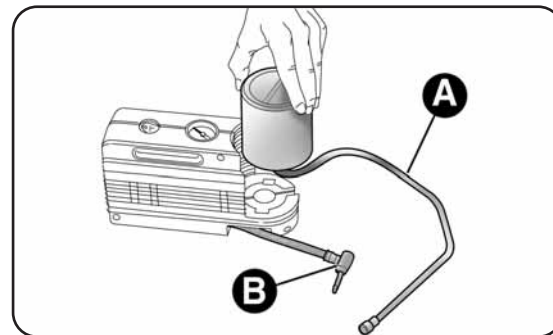

fig. 20
- disinserisci l'innesto A-fig. 20 e scollega il tubo B;